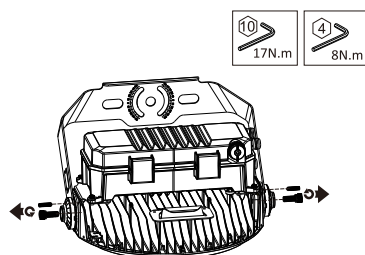

Fig. 31
1. Retirer les boulons de fixation du support en U de chaque côté (Fig. 31).